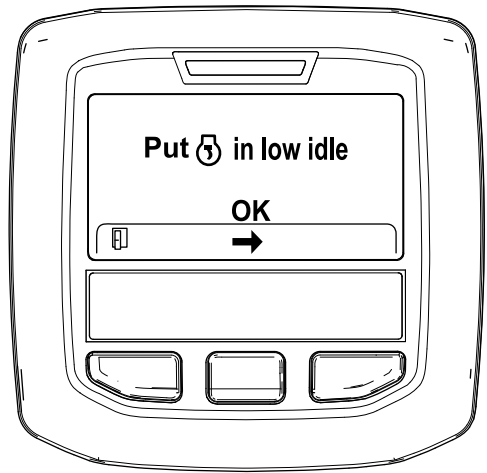

図 37
6. スロットルコントロールを低速アイドル位置にセットして、中央ボタンを押す 図 37。